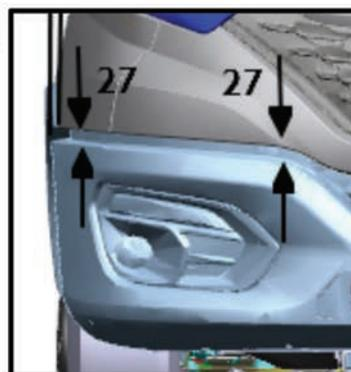

Fig.1
4. Aplicar o torque no lado direito, conforme informação de torque no quadro abaixo, obedecendo a altura MÍNIMA de 27 mm da altura entre a face superior do para-choque com a face inferior do acabamento frontal. (Fig. 1)
5. Após aplicar o torque no lado direito, executar montagem a aplicar o torque no lado esquerdo, conforme informação de torque no quadro abaixo, obedecendo a altura MÍNIMA de 27 mm. (Fig. 1)